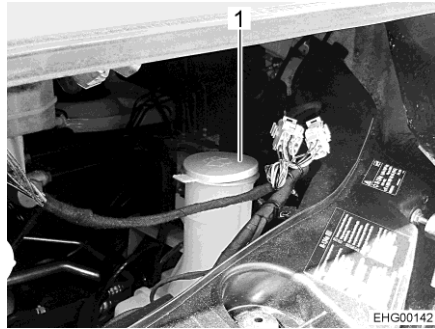

Fig. 37 Bec de remplissage (réservoir de liquide d'essuie-glace)
- Enlever le couvercle (Fig. 37,1) du bec de remplissage du réservoir d'eau d'essuie-glace.
- Enfoncer le couvercle (Fig. 37,1) sur le bec de remplissage du réservoir pour liquide d'essuie-glace.